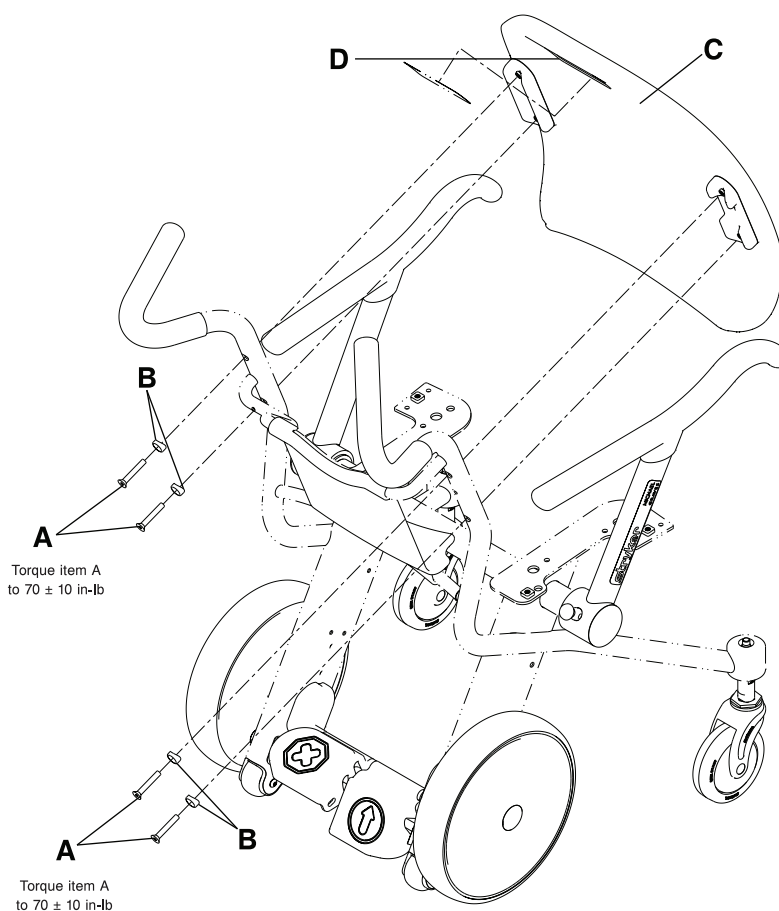

Rysunek 12-20: Zdejmowanie oparcia siedziska
2. Za pomocą klucza imbusowego 3/16 cala wyjąć cztery śruby z łbem płaskim (A) i przejściówki (B), aby zdjąć oparcie siedziska (C) z ramy krzesła. Zachować śruby, przejściówki i oparcie siedziska (Rysunek 12-20 na stronie 12-38).
3. Przy ponownym instalowaniu oparcia siedziska należy użyć klucza imbusowego 3/16 cala do ponownego zainstalowania czterech śrub z łbem płaskim (A) i przejściówek (B) (wyjętych podczas czynności 2) w celu przymocowania oparcia siedziska (C) do ramy krzesła (Rysunek 12-20 na stronie 12-38). Za pomocą klucza dynamometrycznego 3/8 cala dokręcić śruby do  $70 \pm 10$  cali-funtów ( $8 \pm 1,1$  Nm).